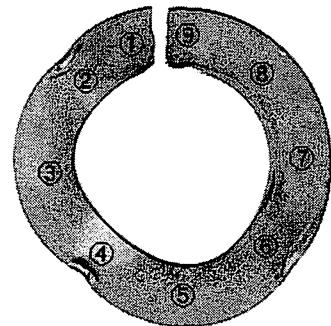

図 3.8 ブローアウトした充填材入り PTFE ガスケット4)
- (2) PTFE は滑りやすい材質であるので、ボルト締付荷重が不足していたり、片締めがあると、加熱・加圧時に外径側に押し出され、ちぎれる場合がある(ブローアウト。図 3.84))。特に高温条件や大口径法兰ジに使用した場合は、締付荷重の管理に注意が必要である。